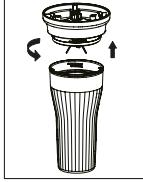

Рис. 9
- По истечении времени поверните переключатель против часовой стрелки, чтобы завершить работу. Снимите шейкер с корпуса, снимите редуктор (рис. 9), переложите содержимое в емкость, затем очистите стакан и редуктор согласно разделу «Уход за прибором».